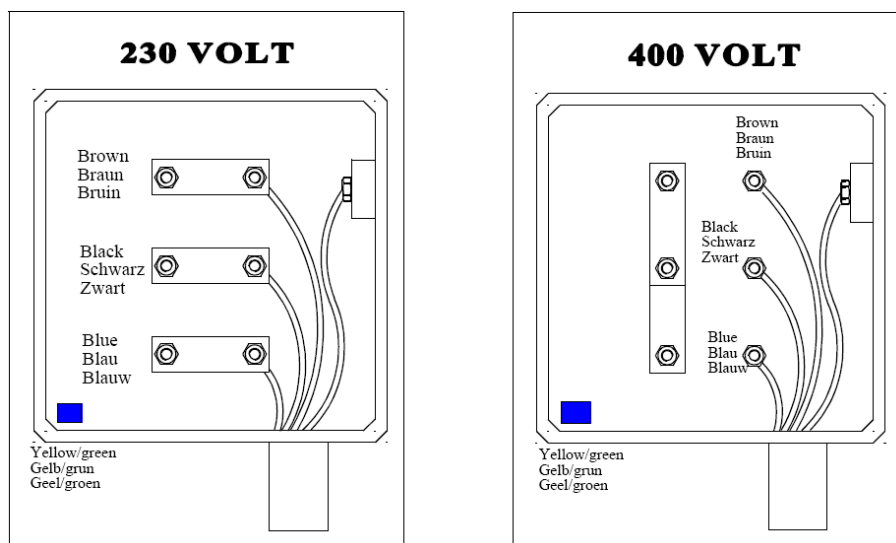

Abbildung 5.4-1: Verdrahtung im Klemmenkasten des Elektromotors
- Öffnen Sie den Klemmenkasten des Elektromotors und montieren Sie die Verteiler wie in Abbildung 5.4-1 dargestellt.
Nehmen Sie die Verdrahtung des Netzkabels gemäß dem entsprechenden Schema in Abbildung 5.4-1 vor. Montieren Sie einen Ihrer Steckdose entsprechenden Stecker am Kabel. Überprüfen Sie anschließend die Laufrichtung des Schleifbands. Diese muss auf der Oberseite zum Kreuzträger hin gerichtet sein.